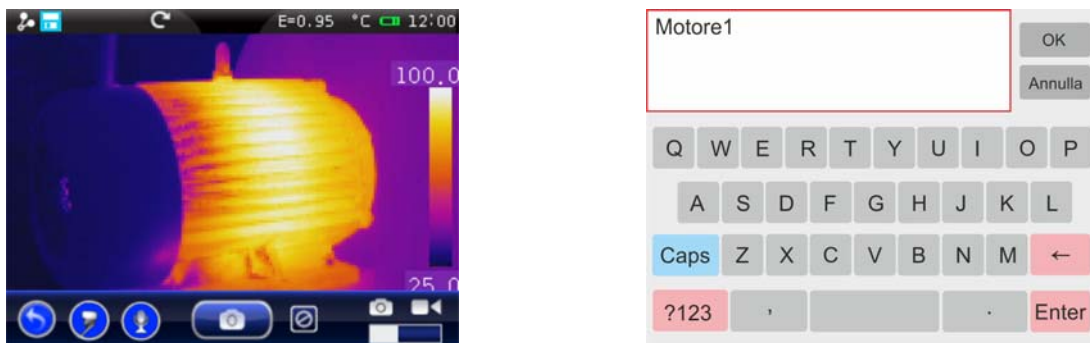

Fig. 63: Inserción anotación de texto
1. Realice el guardado de una imagen de acuerdo con el procedimiento descrito en el § 5.2.4.1). Al término de la operación la situación del instrumento se muestra en la Fig. 63 – Parte izquierda)
2. Toque el icono “”. La pantalla de Fig. 63 – Parte derecha se muestra en pantalla